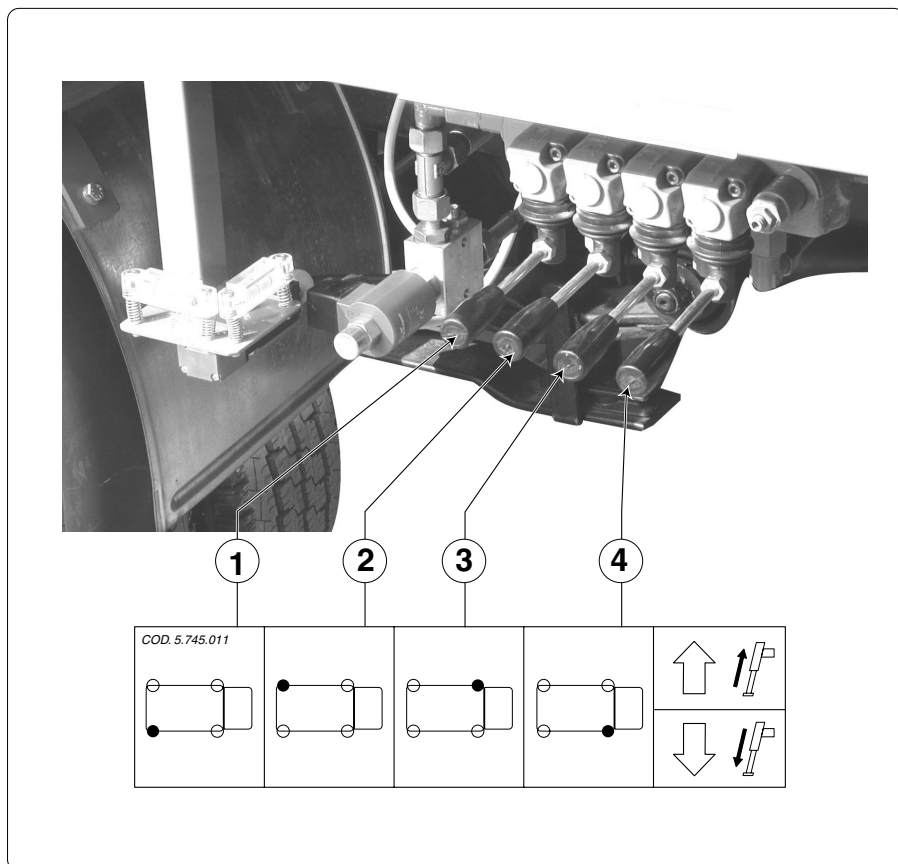

fig. 7.1.3
7.1.3 - Bedieningselementen aan de grond (fig. 7.1.3 - 7.1.4)